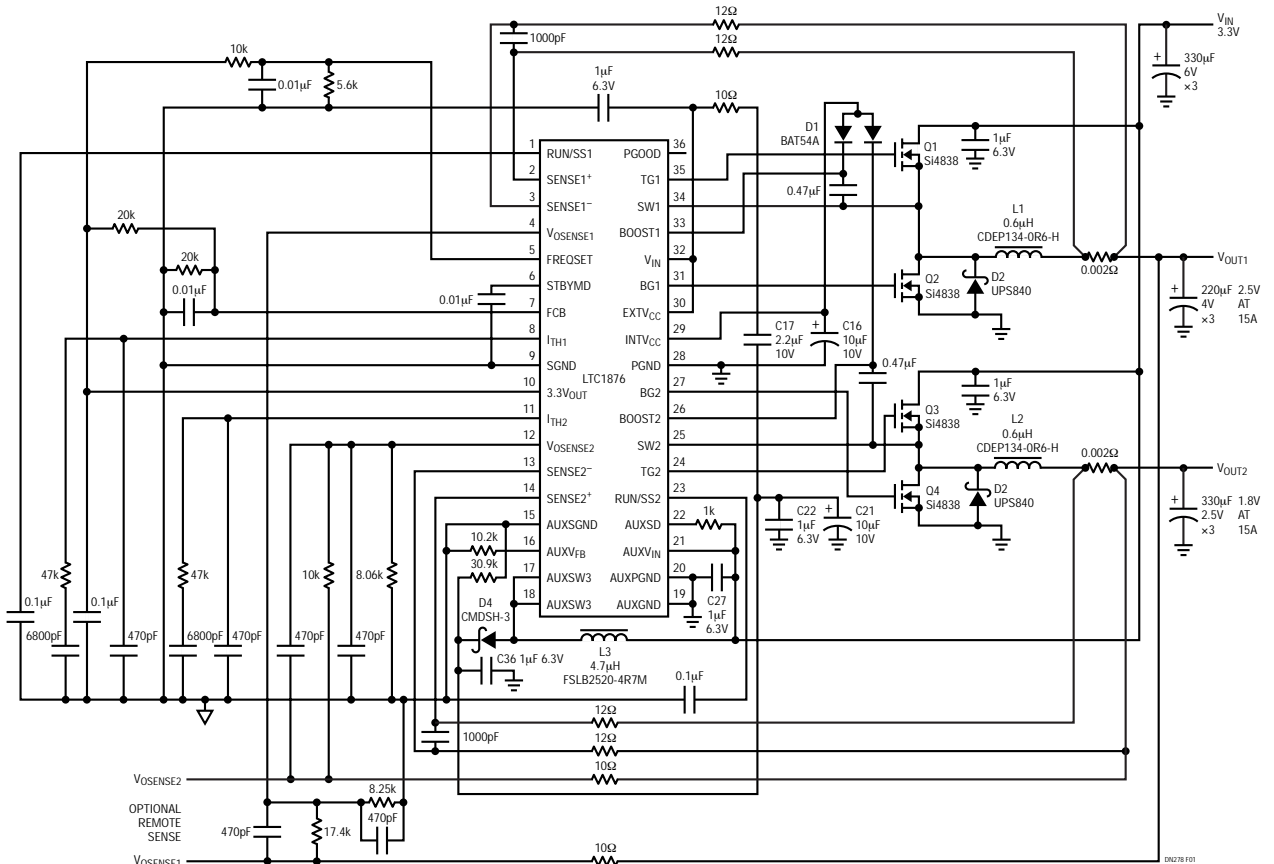
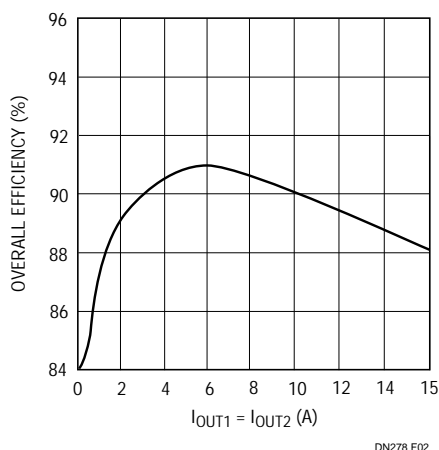
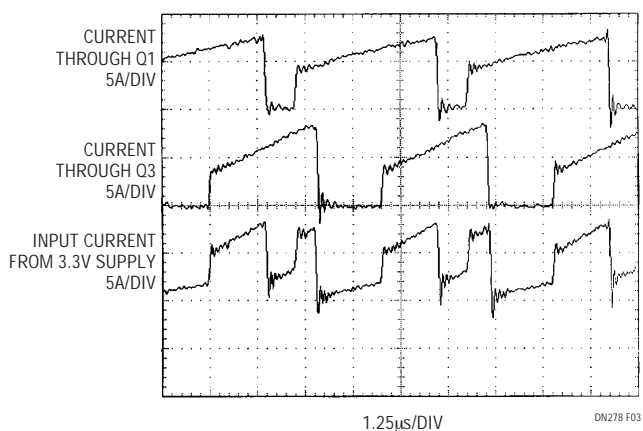

図1. LTC1876による3.3Vから2.5V/15Aおよび1.8V/15Aへの変換
図2．図1のデザインの高効率
図3．各スイッチのピーク電流は5Aだが、入力の全リップルは5Aのままなので C_{IN} に対する要求条件が緩和される
3.3V入力から2.5V/15Aと1.8V/15Aを供給するデザインを図1に示します。LTC1876はMOSFETのゲート・ドライブを5Vでバイアスするので、 $R_{DS(ON)}$ が非常に小さなMOSFET Si4838(標準2.4)を使って高効率を達成することができます。図2に示されているように、広い範囲の負荷にわたって全体の効率が90%を超えています。
このデザインでは軽負荷時の効率が84%を超えていることも図2に示されています。この利点はLTC1876のバースト・モード[®]動作から直接得られます。2つの降圧チャンネルを異なる位相で動作させると、効率がさらに改善されます。1番目のチャンネルのトップMOSFETは2番目のチャンネルのトップMOSFETから180度ずれた位相で駆動されるので、入力コンデンサを流れるRMS電流が最小に抑えられます。このため入力コンデンサのESRに関連した電力損失が大きく減少します。この動作の詳細な電流波形を図3に示します。